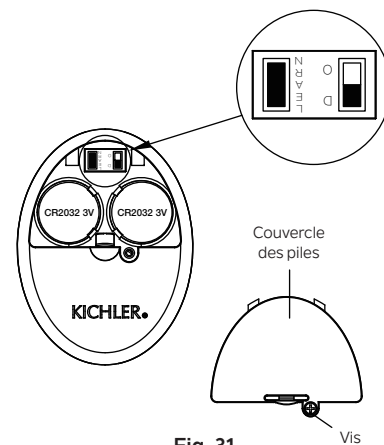

Fig. 31
Sinon, la télécommande ne fonctionnera pas. Pour effectuer ce processus manuellement, suivez les étapes ci-dessous : Après l'installation et le câblage de l'unité, rétablissez l'alimentation de votre ventilateur, appuyez sur la touche LEARN et maintenez-la enfoncée pendant 1 à 3 secondes, le ventilateur se mettra en marche à vitesse moyenne et la lumière (si installée) s'allumera. Cela confirme que le processus d'apprentissage est terminé. Cette opération doit être effectuée dans les 30 secondes suivant la remise sous tension du ventilateur. (Fig. 31)
**REMARQUE :** Assurez-vous que l'interrupteur à glissière dans le compartiment à piles marqué « DO » est en position « D ». (Fig. 31)
**Étape 4.** Remettez le couvercle de la pile et serrez avec un tournevis. (Fig. 31)